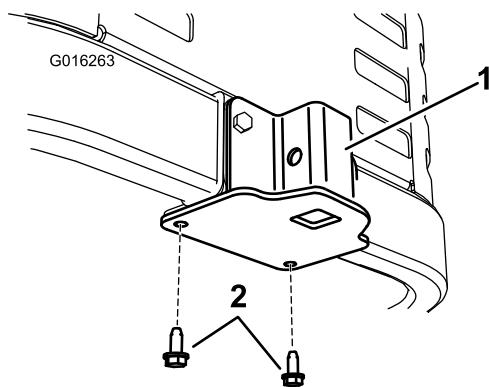

Figura 4
2. Sujete el soporte a la parte inferior del bastidor de la máquina desde abajo usando dos tornillos autorroscantes (5/16 x 3/4 pulgada) según se muestra en Figura 4.